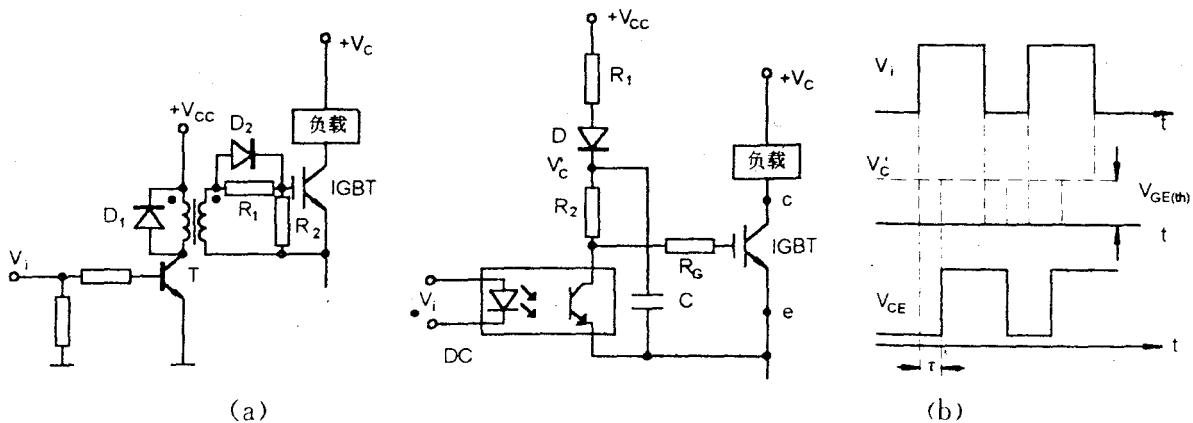

图 5 隔离驱动电路
通常把用脉冲变压器作为隔离元件的隔离电路称为电磁隔离电路。图 5(a) 所示为典型的电磁隔离电路。变压器初级与晶体管 T 集电极相连, 变压器次级通过 R_1 、 R_2 与 IGBT 栅极相连, R_1 、 R_2 防止 IGBT 栅极开路并提供充放电通路。变压器初级所并二极管 D_1 用来避免晶体管 T 在电感负载时可能出现的过电压; 与 R_1 并联的二极管 D_2 为加速二极管, 使充电电流增加, 从而提高开关速度。变压器同名端应保证 T 导通时变压器次级感应出的电势使 IGBT 开通。适当选择变压器初次级匝数比以满足驱动电压的要求。
用光电耦合器件 (OC) 把控制信号与驱动电路加以隔离的栅极驱动电路称为光电隔离驱动电路。图 5(b) 所示为延迟型光电隔离驱动电路。控制电压 V_i 通过 OC 接 IGBT。当 V_i 为低电平时 OC 关断, 供电电源 V_{CC} 通过 R_1 、 D 对电容 C 充电, 电容 C 的电压 V'_c 上升, 当 V'_c 上升至 IGBT 的 $V_{GE(th)}$ 时, IGBT 开通, 电容 C 充电至控制电压转为高电平 OC 导通时为
止。 V_i 使OC导通后,电容C转为放电,当放电至 V'_c 降至 $V_{GE(th)}$ 值以下时,IGBT关断。这个过程表示为图5(b)右方的波形。由于接入了电容C,IGBT的开通、关断转换时间较输入控制信号 V_i 延迟了一段时间 τ 。实际上即使不外接电容C,由于OC存在着分布电容,对控制信号也有延迟作用,因此要求响应速度特别快的场合,不适合用上述光电隔离驱动方式。目前正研制波导纤维光电耦合器代替常规光电耦合器实现光电隔离驱动,以便在要求响应快的场合使用。